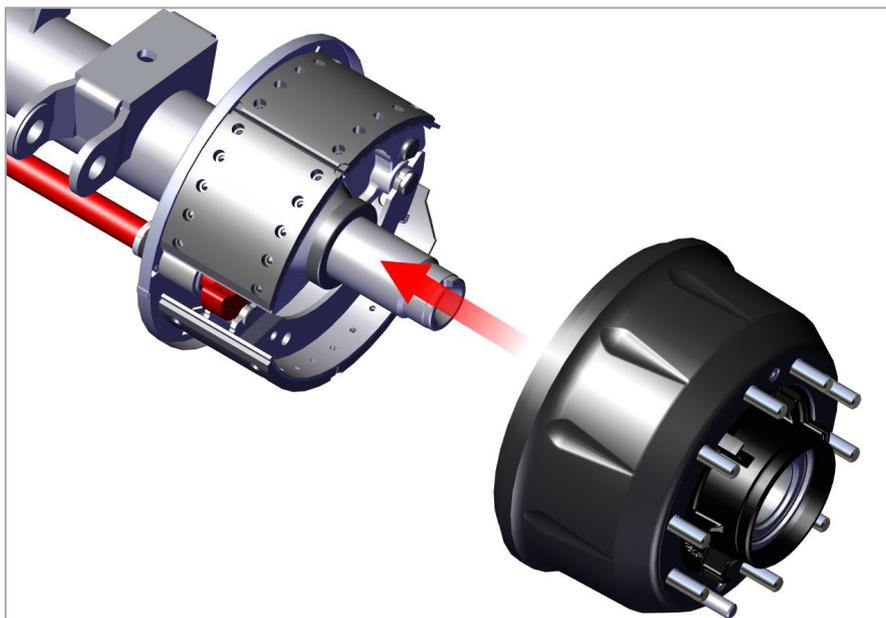

Рис. 9. Монтаж тормозного барабана
1) Если ступица и барабан были сняты с оси, то выполняйте монтаж компонентов в порядке, обратном порядку снятия (рис. 9).